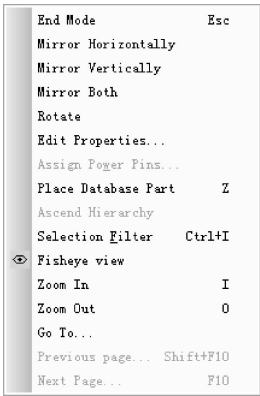

图 6-28 快捷菜单
7. 选中电路图端口，单击右键弹出如图 6-28 所示的快捷菜单，下面简单介绍部分常用的菜单命令。